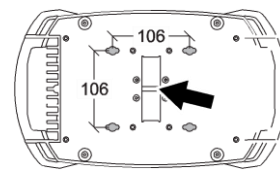

Рис. 2. Точка крепления предохранительного троса
Внимание! Прикрепите утвержденный предохранительный трос к точке крепления на панели подключений (см. рис. 2).
Внимание! Опорная поверхность должна быть прочной и ровной. В противном случае воздуховоды в основании могут быть заблокированы, что может привести к перегреву. Закрепите устройство, чтобы оно не упало. Если требуется установить устройство выше уровня земли в месте, где оно может упасть и нанести травму или повреждение, прикрепите надежно зафиксированный на поверхности предохранительный трос к точке крепления предохранительного троса (см. рис. 2).
3. См. рис. 2. Совместите каждый из двух зажимов с двумя точками крепления на основании. Вставьте четвертьоборотные соединители в основание и поверните их на 90° по часовой стрелке, чтобы зафиксировать.
5. Обезопасить устройство от поломки скобы или зажима можно с помощью вспомогательного крепления, такого как предохранительный трос, выдерживающий вес, как минимум в 10 раз превышающий вес устройства. Прикрепите трос к точке крепления на основании устройства (показана стрелкой на рис. 2). В эту точку крепления вставляется карабин. Не используйте никакую иную часть устройства в качестве точки крепления предохранительного троса.